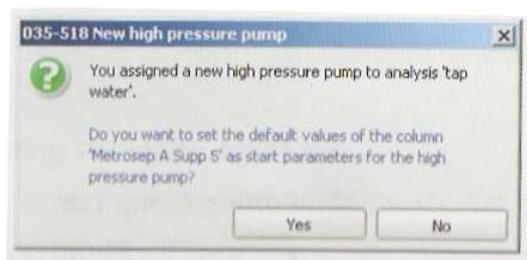

Figura 10.5 – Janela do software Magic Net IC.
- Quando a bomba do “IC” for escolhida, aparecerá a mensagem “YOU ASSIGNED A NEW HIGH PRESSURE PUMP TO ANALYSIS “ÂNIONS”, como a Figura 10.5: